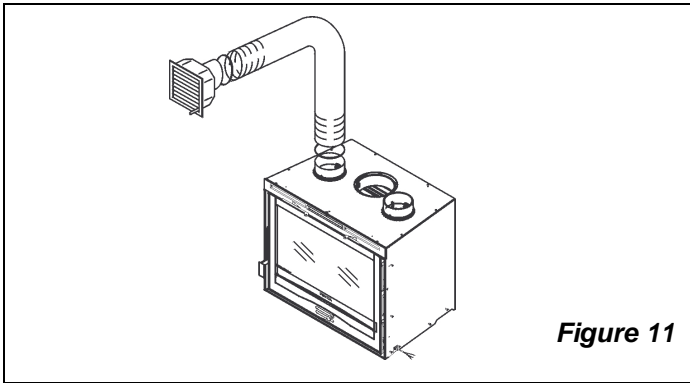
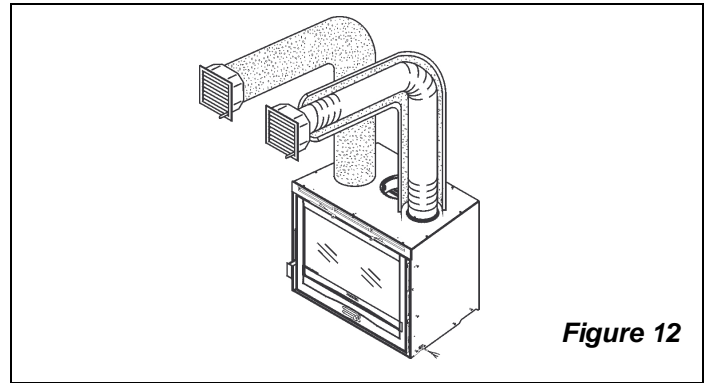

Figure 11
Figure 12
- si l'espace entre la partie supérieure de l'insert et le profil inférieur de la hotte est inférieur à 10 cm il faudra réaliser un trou d'environ 30 x 40 cm sur la hotte pour permettre la fixation des tuyaux flexibles (v. Figure 11 - Figure 12).